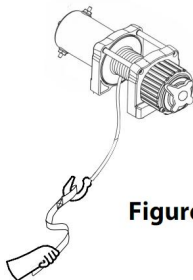

Figure 2
9. **VERWENDEN SIE IMMER DEN HANDSAVER, wenn Sie das Drahtseil ein- oder ausführen.** (Siehe Abbildung 2).